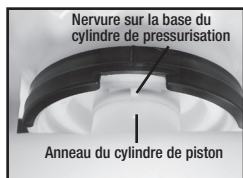

Figure 6
4) Pour remplacer le collier, retirez-le de la calotte du piston avec le pouce (figure 6). Vous verrez des fentes ajustées pour installer le nouveau collier sur la calotte du piston.